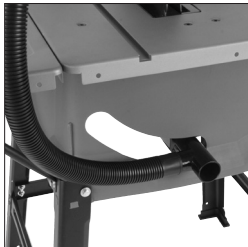

Fig. 22
- Sluit de andere kant van de slang aan op de 2-weg aansluiting die u aan de achterkant van de behuizing van de machine kunt vinden. **(Fig. 22)**